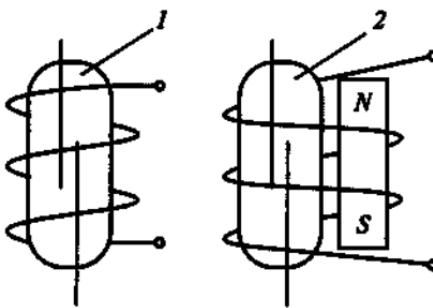

Рис. 272
12.16. Электромагнитные реле на герметичных контактах (герконах) обладают большим сроком службы и высоким быстродействием. Они хорошо сопрягаются с микросхемами. Какой из двух контактов реле, показанных на рис. 272, работает на замыкание, а какой на размыкание?